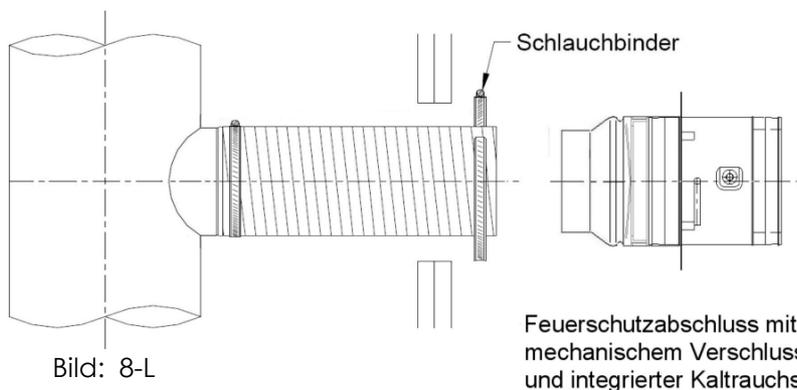

Bild: 8-L
**(RiR-FLI-VE D160/125** weiter ab Bild 8-L)